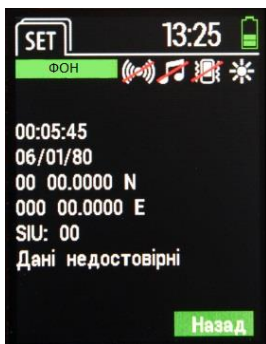

Рисунок 15 – Інформація про розташування
- **Інформація про розташування** – дозволяє перейти до перегляду поточних даних навігаційного приймача, а саме: часу, дати, координат, кількості супутників, які в цей момент знайдені приладом (SIU), а також інформацію про те, чи дані координат є достовірними (рис. 15).